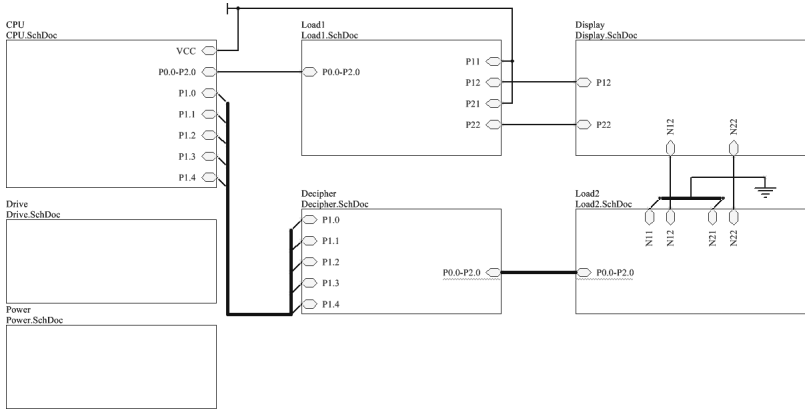

图 15-8 完成连线后的层次原理图顶层电路图
(4) 单击“布线”工具栏中的 $\approx$ （放置线）或者 ⏏ （放置总线）按钮，放置导线，完成连线操作。其中 $\approx$ （放置线）按钮用于放置导线， ⏏ （放置总线）按钮用于放置总线。完成连线后的层次原理图顶层电路图如图 15-8 所示。